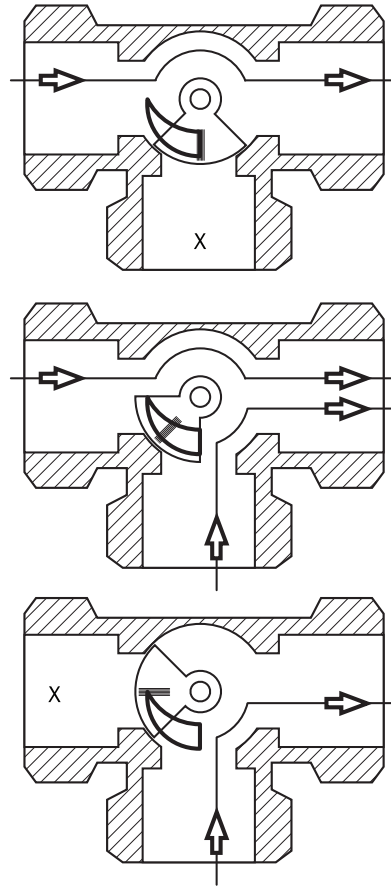
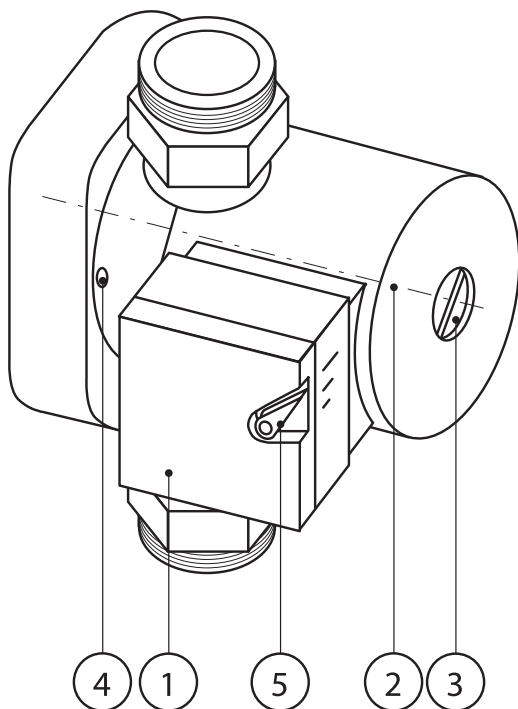

Рисунок 3. Положения регулирующего элемента трехходового вентиля при разных режимах работы теплообменника
Рисунок 6. Основные элементы насоса:
В режиме работы теплообменника с максимальным теплосъёмом (положение вентиля А на рис. 3) вся жидкость циркулирует между теплообменником и источником теплоснабжения по большому контуру.
Если требуется уменьшение мощности (положение вентиля Б на рис. 3), по команде от блока управления сервопривод (5) открывает трехходовой вентиль (6)
Узел устанавливается так, чтобы вал мотора насоса (2 на рис. 6) находился в горизонтальной плоскости.
Коробка электроподключения насоса (1 на рис. 6) не должна располагаться в нижнем положении.
В случае изоляции (термоизоляции) корпуса насоса отверстия слива конденсата (4 на рис. 6) должны быть открыты.
Коробка электроподключения насоса (поз.1, рис.6) не должна располагаться в нижнем положении. Для изменения её положения допускается перевернуть переднюю часть корпуса относительно задней, вывернув 4 винта его крепления (поз.6, рис.3).
Кабель заводится в коробку электроподключения (1 на рис. 6) через зажимной сальник и подключается к клеммам внутри нее. Кабель должен быть надежно закреплен на несущих конструкциях.
- заполнить систему и насос теплоносителем, вытеснив весь воздух, при необходимости удалив резьбовую заглушку в насосе (3 на рис. 6), и проверить легкость вращения вала насоса пробным запуском;
Слишком шумная работа насоса может свидетельствовать о наличии воздуха в системе, малом давлении на входной магистрали либо о загрязнении или поломке насоса – следует переключить насос на более низкую скорость вращения (5 на рис. 6).
Слив теплоносителя из корпуса насоса при консервации гидросистемы осуществляется через специальное отверстие (рис.6, поз.4) или, если его нет, путём снятия верхней части корпуса насоса при удалении 4-х винтов его крепления (рис.6, поз.6).
При необходимости можно производить изменение частоты вращения электродвигателя насоса переключателем (5 на рис. 6) без его выключения.